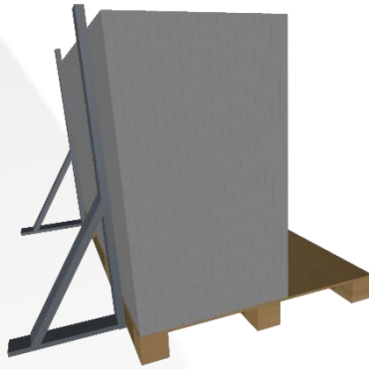

图 3-6 组件放置图
- 5) 禁止将组件置于无可靠支撑或未固定的环境下。如图 3-6 所示。